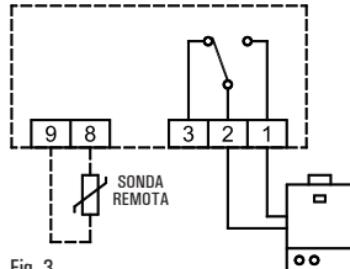
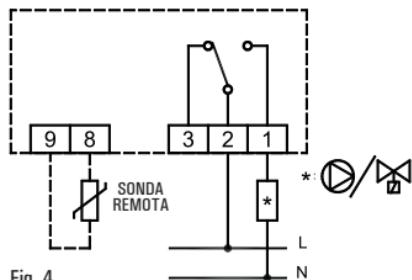

Fig. 3.
Fig. 4.
3. Eseguire i collegamenti elettrici seguendo lo schema di collegamento di Fig. 3 e Fig. 4.
Inserire le pile rispettando le polarità indicate nell'apposito vano (Fig. 4) ed eseguire l'operazione di reset agenda con un oggetto appuntito attraverso l'apposito foro (L di Fig. 4). **NON USARE AGHI.**
- 'OK': Programmazione/Ora/Conferma (I di Fig. 4);
- ' Δ ': Avanti (G di Fig. 4);
- ' ∇ ': Indietro (H di Fig. 4);
Il cronotermostato e' dotato di 24 cavalieri (A di Fig. 4), posti ai lati del display per selezionare, durante l'arco della giornata, le fasce di 'Comfort' o 'Riduzione'.
il resto della giornata gli intervalli selezionabili sono di un'ora (A di Fig. 4).